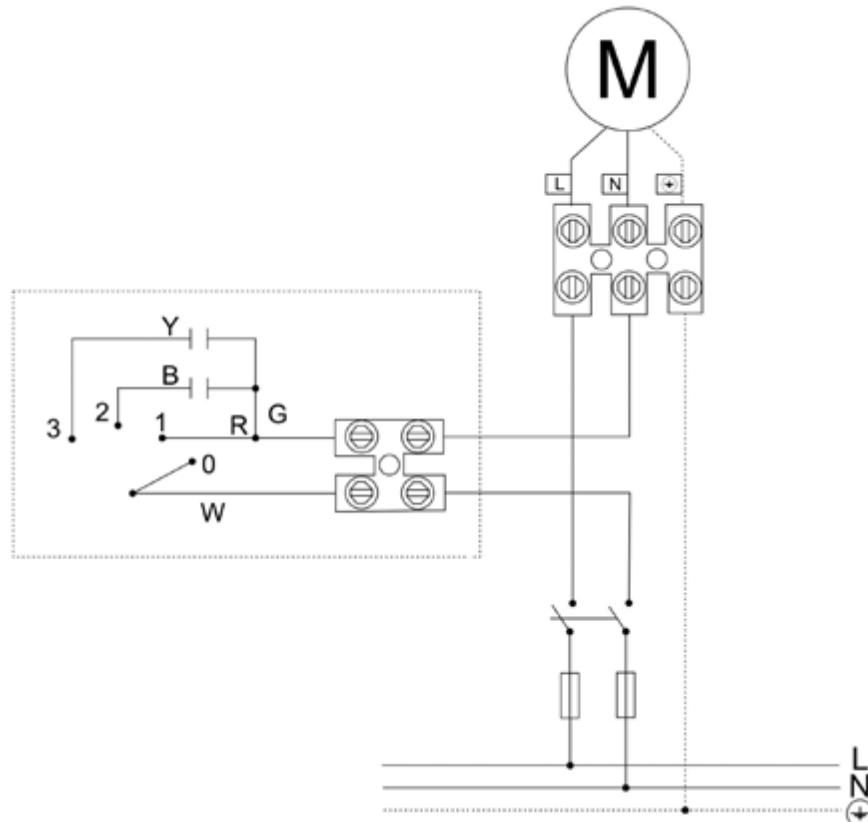

Fig. 7
• En fonction du schéma de raccordement, il est possible de choisir le sens de l'air selon les besoins de l'installation (**Fig. 7**)